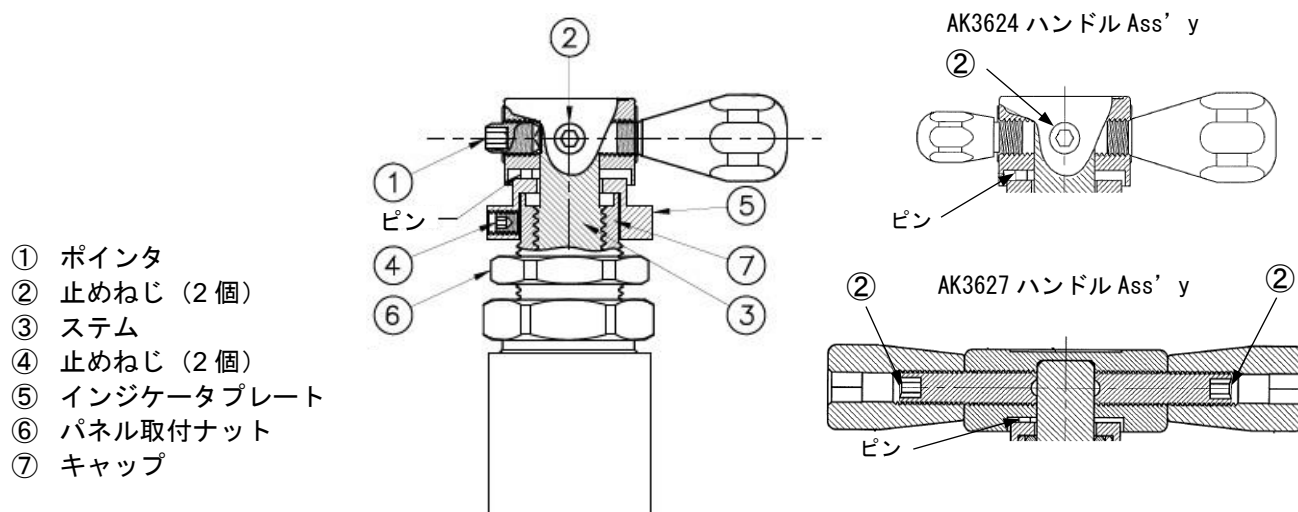

図2 パネル取付ナット付きバルブ (AK3625、AK3624、AK3627)
A. ハンドルの取り外し（図2参照）
- ⑤インジケータプレートの側面にある④止めねじを覆っている製品品番のラベルを剥がします。ラベルは後で再利用します。
- 5/64インチの六角レンチを使用し、④止めねじ（2箇所）を緩めます。
- ⑤インジケータプレートを持ち上げ、バルブから取り外します。
B. パネル取付（図2参照）
- ⑥パネル取付ナットをバルブから取り外します。
- パネルの穴にバルブを通し、希望の位置に配置、配管を取り付け、⑥パネル取付ナットをバルブ本体に取り付けます。
- 1インチレンチを使用し、⑥パネル取付ナットをパネルにしっかり締め付けます。
C. ハンドルの取り付け（図2参照）
- ⑤インジケータプレートを⑦キャップの上に置きます。
- ハンドル Ass'y を③ステムの上に置きます。
- ハンドルを時計回りに、⑤インジケータプレートに引っかかるまで回します。次に、ハンドルが適切な閉位置になるまで、時計回りに回します。
- 1/8インチの六角ビットを使用し、②止めねじ（2箇所）を締め付けます。（推奨締め付けトルクは5.6Nm）
- 1/8インチの六角レンチを使用し、①ポインタを締め付けます。
- ⑤インジケータプレートを反時計回りに止まるまで回転させ、位置がずれていないことを確認してください。⑤インジケータプレートを押さえながら、5/64インチの六角ビットを使用し、④止めねじ（2箇所）を締め付けます。（推奨締め付けトルクは2.3Nm）
E. ラベル貼り付け（図2参照）
- Aの1の手順で剥がしたラベルを、⑤インジケータプレートの側面に貼り付けます。